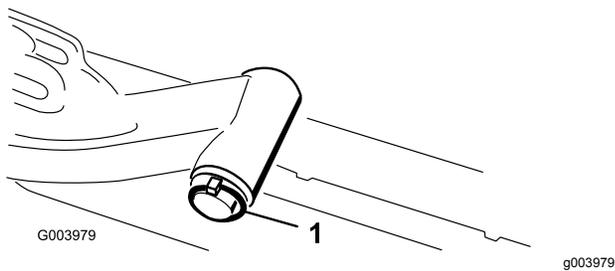

Рисунок 12
A. Снимите шплинт и шайбу, которые крепят вал оси поворота подъемного рычага к подъемному рычагу, и снимите вал оси поворота с подъемного рычага (Рисунок 12).
- C. Вставьте ось поворота подъемного рычага в подъемный рычаг и зафиксируйте шайбой и шплинтом (Рисунок 12).